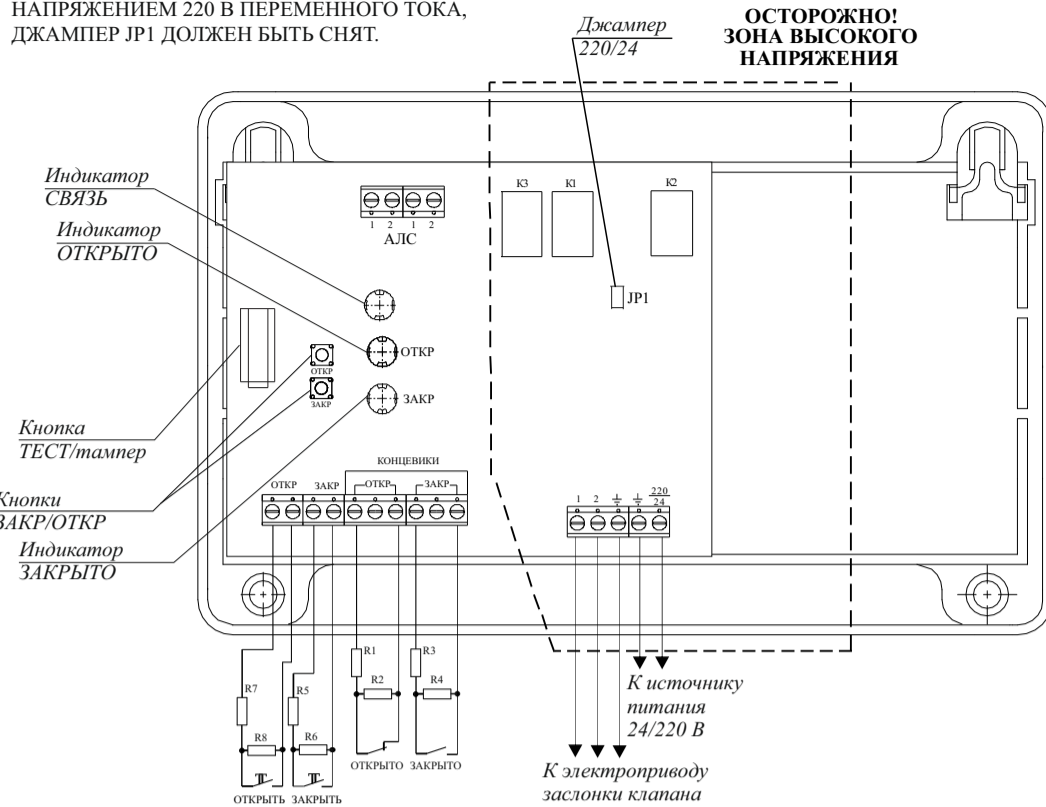

Рисунок 1
Выбор напряжения питания электропривода осуществляется джампером JP1 (рисунок 1).
5.5 Джампер JP1 – переключатель напряжения питания электропривода (рисунок 1).